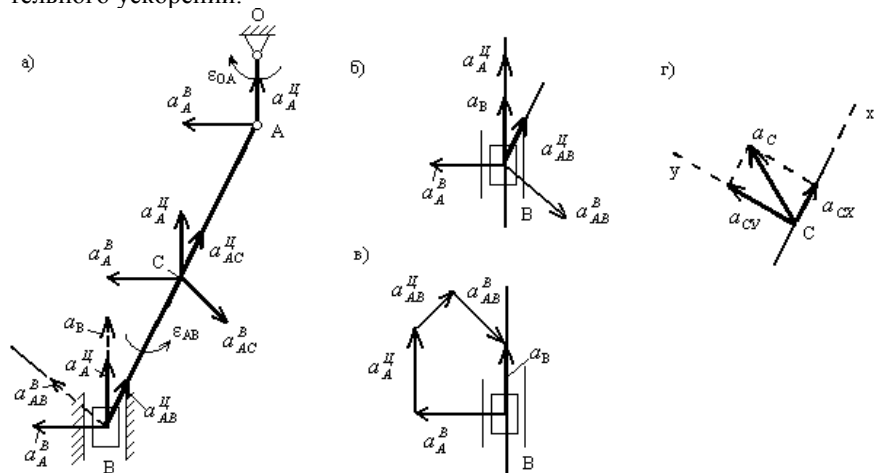

Рис.115
2. Определение ускорений точек и углового ускорения звена (рис. 115) Ускорение точки A складывается из вращательного и центростремительного ускорений:
Зададимся произвольно их направлениями по указанным линиям (рис. 115а). Эти ускорения определим из уравнений проекций векторного равенства (69) на оси координат. Знак в ответе показывает, соответствует ли истинное направление вектора принятому при расчете.
Выбрав направление осей x и y , как показано на рис. 115,а получаем:
Ускорение $\overline{a_B}$ направлено, как показано на рис. 115а.
Направление $\overline{a_{AB}^B}$ противоположно показанному на рис. 115а.
Ускорение $\overline{a_B}$ и все его составляющие с учетом их истинных направлений и масштаба показаны на рис. 115б.
Отложим из точки B согласно (69) в выбранном масштабе последовательно векторы $\overline{a_A^B}$, $\overline{a_A^U}$, $\overline{a_{AB}^U}$ (рис.115в). Через конец вектора $\overline{a_{AB}^U}$ проведем прямую, параллельную вращательному ускорению $\overline{a_{AB}^B}$, т.е. перпендикулярно AB , до пересечения её с прямой, по которой направлено ускорение $\overline{a_B}$.
Ускорение точки C находим способом проекций (рис.115а):
$a_{Cx} = 11,2 \text{ см/с}^2$; $a_{Cy} = 21,8 \text{ см/с}^2$; $a_C = 24,5 \text{ см/с}^2$ (рис.115г).